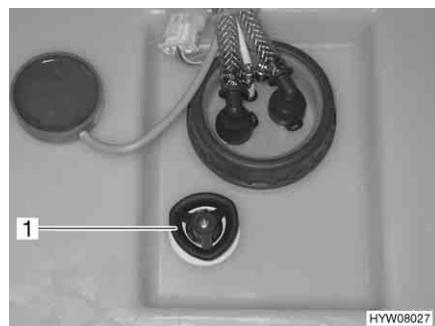

Fig. 167 Serbatoio dell'acqua con maniglia girevole
- Sul serbatoio dell'acqua ruotare la maniglia girevole (Fig. 167,1) in senso antiorario, oltre la resistenza verso l'esterno fino all'arresto, per aprire completamente l'apertura di scarico.